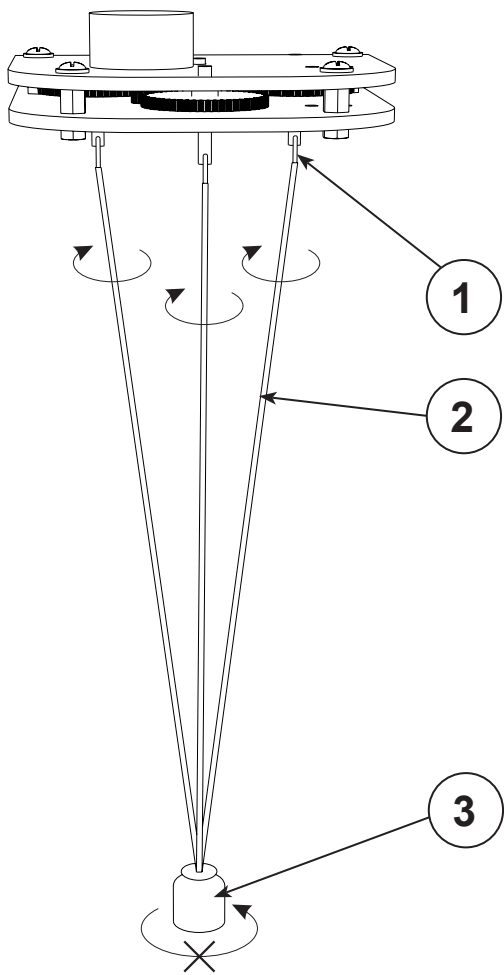

Рисунок 5.
6. Включите двигатель, чтобы исходные нити (2) начали накручиваться вокруг своей оси. При этом, удерживая груз (3), препятствуйте его вращению вокруг своей оси и закручиванию исходных нитей (2) между собой. Если в процессе накрутки исходные нити (2) будут цепляться друг за друга, разведите их рукой (*рис. 5*).